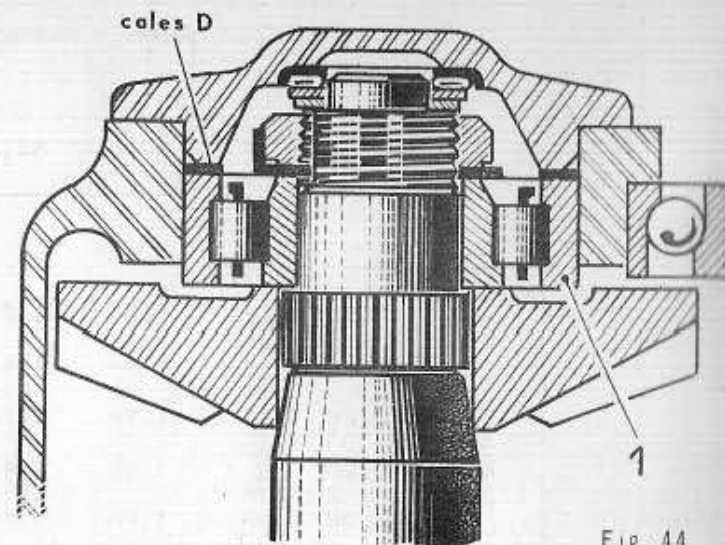

Fig. 44
- Pour déterminer les cales D (Fig. 44) de la ROUE D'ANGLE, il faut quatre valeurs :
*N.B.** Le tableau ci-contre a été également établi pour une épaisseur théorique de 17 de roulement roue d'angle (1 - Fig. 44). Si le roulement à monter a une épaisseur de 17,10, SOUSTRAIRE 0,10 de la valeur des cales, soit pour le 1er exemple $1,25 - 0,10 = 1,15$